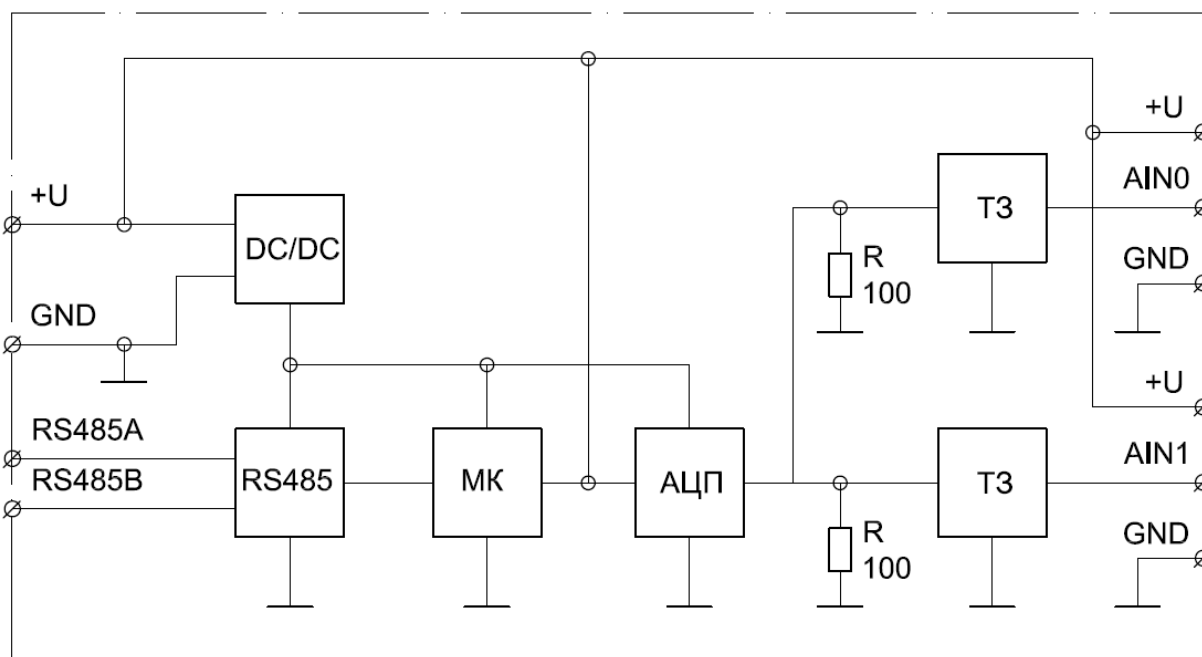

Рис.3.1 Структурная схема преобразователя сигналов ПС-150(СВП)
3.2.1 Структурная схема преобразователя сигналов представлена на рис.3.1.